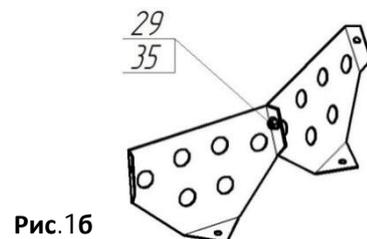

Рис.16
3.11. Преодолевая усилие пружины (16), оттянуть фиксатор (8) вниз и повернуть емкость на удобный угол. Прикрепить лопасти (11) к емкости нижней (2) и емкости верхней (12), с помощью болтов (17), шайб (28) и гаек (32), при этом шайбы установить с наружной стороны ёмкостей.
Возможна комплектация бетоносмесителя Б-120, Б-140 сборными лопастями (рис. 16). В этом случае необходимо две полу-лопасти скрепить между собой болтом (35) и гайкой (29). После установить в бетоносмеситель с помощью болтов (21), шайб (14) и гаек (29).